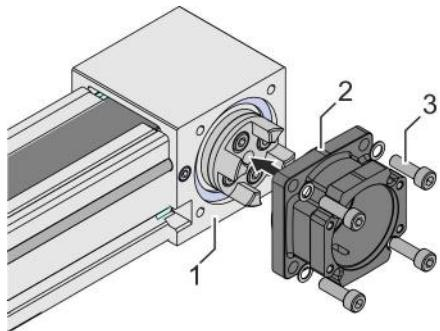

Fig. 19: Montaggio dell'alloggiamento del giunto
Posizionare l'alloggiamento del giunto (Fig. 19/2) sul rinvio per cinghia dentata (Fig. 19/1).
7. ➤ Stringere in diagonale 4 viti (Fig. 19/3) in modo alternato: